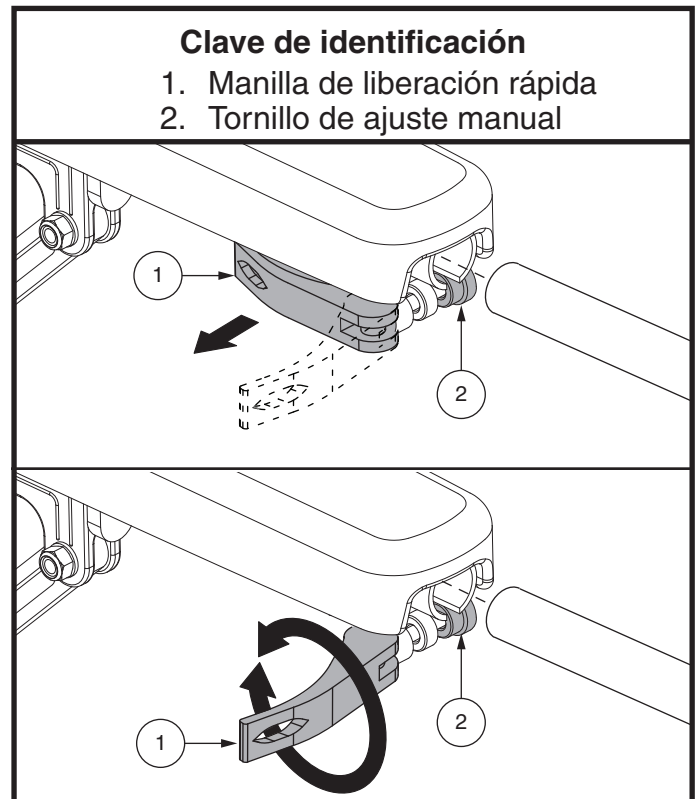

Figura 9. Remoción/instalación del componente del reposabrazos
2. Destrabe la manilla de liberación rápida y afloje el tornillo de ajuste. **Vea la figura 9.**
4. Levante el reposabrazos del regulador. Destrabe la manilla de liberación rápida y afloje el tornillo de ajuste. **Vea la figura 9.**